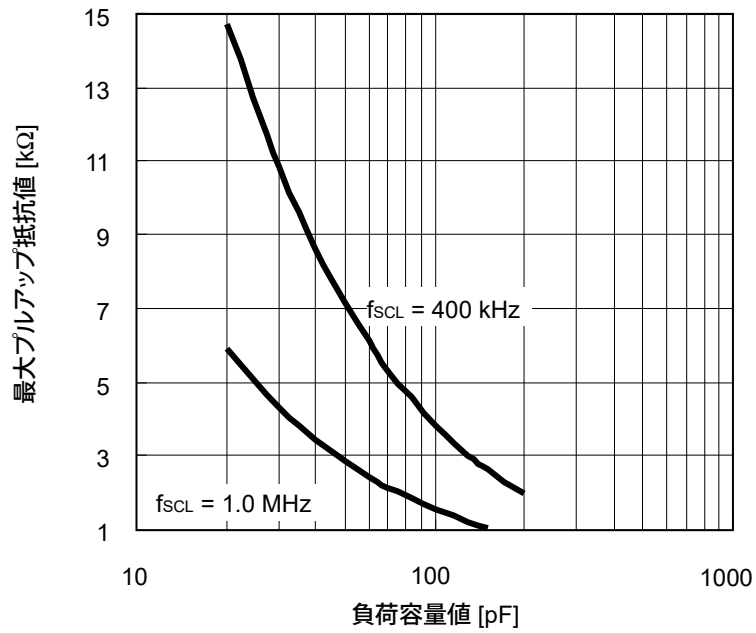

図10 出力負荷
*1. SDA出力遅延時間は、SDA端子の出力形態がNchオープンドレイン出力のため、IC外部の負荷抵抗値、負荷容量値により決まります。出力負荷の関係を図10に示します。